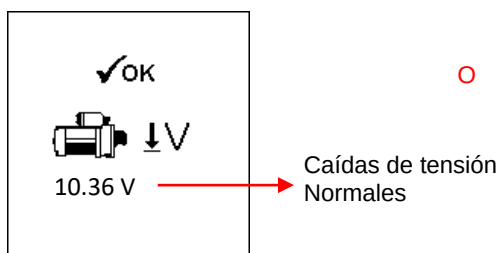
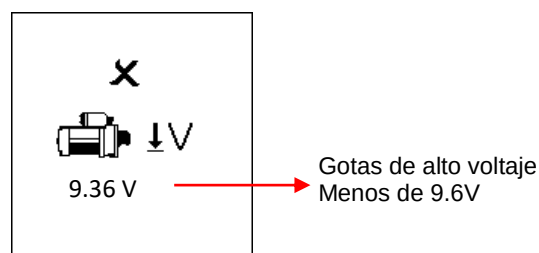

Fig.44
Fig.45
- Ahora gire la llave del motor a ON y empieza a arrancar el motor hasta que comience. Tan pronto como el motor arranque, los resultados serán automáticamente mostrados como demostrado en ejemplos abajo: (Fig.44 o Fig.45):